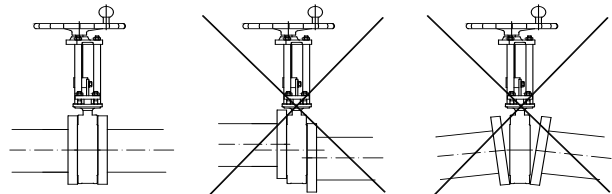

Fig. 5
3. Apriete los pernos primero manualmente y luego por igual y de manera transversal para el ajuste uniforme de la junta con la torsión que indique el fabricante de la junta. El tipo de válvula **SLV, SLF, SLH y SLX** se montará con las superficies de ajuste del cuerpo de la válvula y las bridas de la tubería haciendo contacto con el metal. Véase Fig. 5.